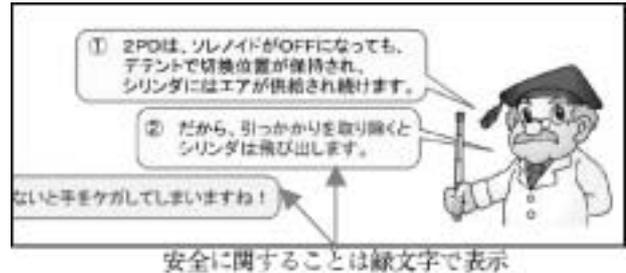

図12
- (8) 生産設備を使う関係上、特に安全に関する説明は重要であるため、緑文字で表示させ強調した (図12)。